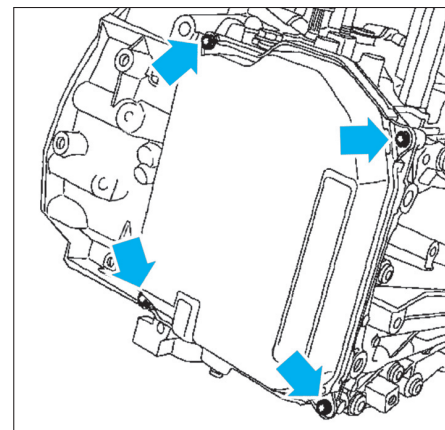

FIG. 9
- Déposer les vis de fixation du couvercle du bloc électrohydraulique puis le décoller à l'aide d'un burin plat, en veillant à ne pas endommager son plan de joint, pour le dégager (fig. 9).